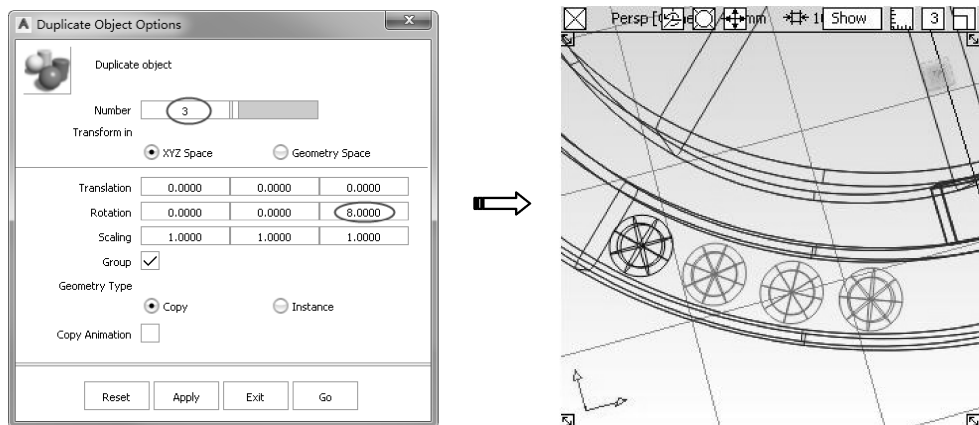

图 5-83 创建物体副本
- 29 在菜单栏中单击【Edit】|【Duplicate】|【Object】命令右侧图标  (在刚刚创建的圆球体处于选中的状态下)，打开创建对象副本对话框。设置参数，单击对话框下方的【Go】按钮，创建副本，如图 5-83 所示。